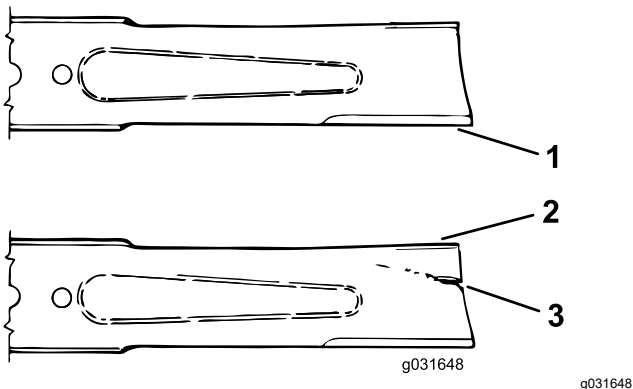

Figura 73
- Examine cuidadosamente as extremidades da lâmina, prestando especial atenção à zona onde se encontram as partes curvas e planas da lâmina (Figura 73).